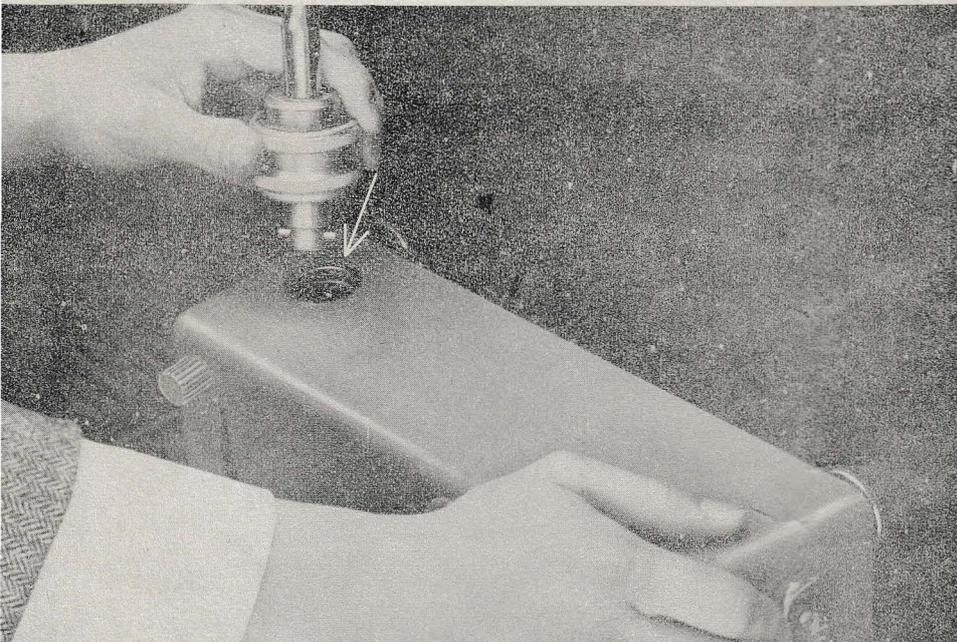
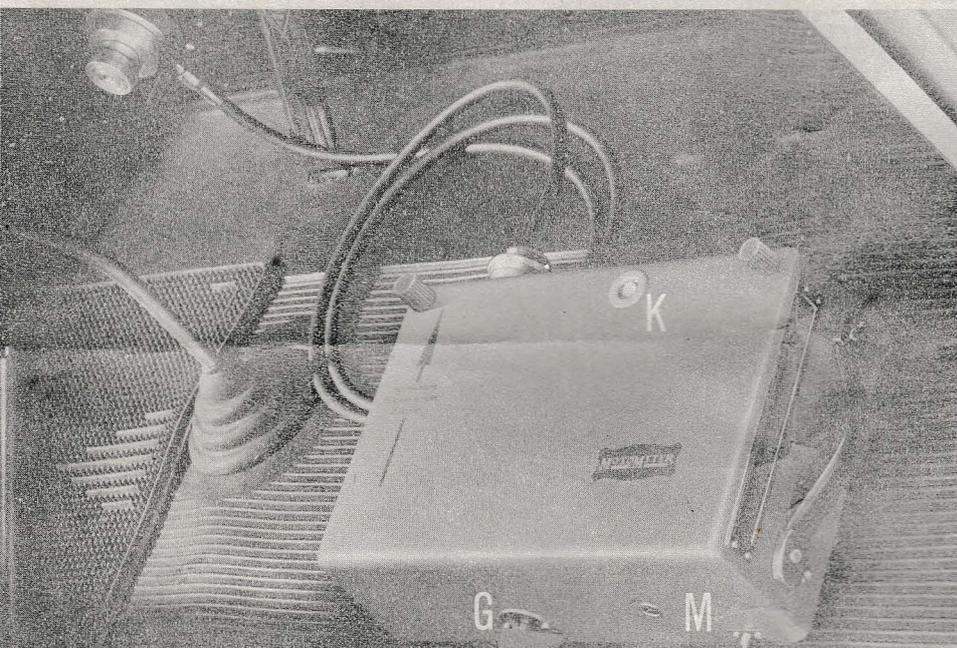

Bild 1
Bild 2
- 2 - Pedalkraftgeber (B) mit Hilfe des Schnellverschlusses im Gerät befestigen (Bild 1)
- 2a - Bei Fremdkraftbremsen Bremsdruckluftgeber, TeileNr. 662.003.1001, mit Hilfe des Schnellverschlusses im Gerät befestigen (Bild 1). Bremsdruckluftgeber durch T-Stück, Teile Nr. 545.270.0601 und mit Prüfschläuchen, VersNr.: 4720-12-180-4485/86, mit Bremskreis 1 und Prüfmanometer, VersNr.: 6685-12-180-8771, verbinden.
- 3 - Arretierung der Masse und des Laufwerkes entriegeln! [Markierung auf dem Drehknopf (G) auf „1“ stellen.] Durch kurzen kräftigen Druck auf den Pedalkraftgeber (B) Funktion des Laufwerkes prüfen.
- 4 - Gerät (A) so auf den Boden des Fahrzeuges legen, daß der Pfeil auf dem Gerät in Fahrtrichtung zeigt (Fahrzeug soll möglichst auf einer ebenen Fläche stehen, d. h. keine Steigung, kein Gefälle). Mit Hilfe der beiden an der Oberseite des Gerätes befindlichen Schrauben Gerät nach der eingebauten Libelle (K) in die Waage bringen (Bild 2)
- 5 - Pedalkraftgeber (B) am Bremspedal mit Hilfe der Gummilaschen befestigen (Bild 2)
- 6 - Laufwerk verriegeln (Drehknopf auf „0“ stellen) Registrierblatt mit Schriftseite nach unten von links in das Gerät bis zur weißen Markierungslinie (2) einführen. Bei entriegeltem Gerät Handauslöser-Anschluß (M) kurz drücken und Registrierblatt bis Markierungslinie (1) transportieren. Gerät verriegeln.
- 7 - Unmittelbar vor Beginn der Prüfung Arretierung (G) lösen, Fahrzeug auf eine Geschwindigkeit von 50 km/h bringen, auskuppeln und normal abbremsen (kein Blockieren der Räder). Wird nicht ausgekuppelt, wird die Bremswirkung des Motors mitgemessen.
- 9 - Das Laufwerk kann durch Einschrauben und Durchdrücken des Handauslösers im Anschluß (L) außer Betrieb gesetzt werden. Registrierblatt hat keinen Vorschub mehr.